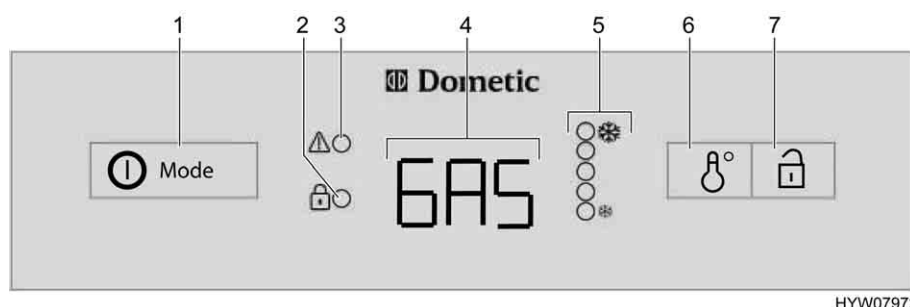

Bild 123 Reglage, knappar för kylskåpet (Dometic 8-serie med AES)
Vid störningar blinkar LED-indikatorn störning "⚠" (Bild 123,3).
När automatisk drift har valts, **ingen** 230 V-försörjning är ansluten och fordonsmotorn är **avstängd**, väljer AES gasdrift. När gasdriften väljs öppnas tändsäkringen automatiskt så att gas kan strömma till brännaren. Samtidigt tillkopplas den elektroniska tändaren. Om gaslågan skulle slockna, t. ex. på grund av att det blåser, aktiveras tändaren direkt igen och tänder gasen. Vid störning i gasdriften blinkar texten "GAS" i driftindikeringen (Bild 123,4).
När kylskåpet sätts på väljs automatiskt en termostatinställning i mittläge. Denna inställning kan ändras manuellt med brytaren för temperaturinställning (Bild 123,6). LED-indikatorerna (Bild 123,5) visar den valda termostatinställningen. Med hjälp av denna knapp ställs kyltemperaturen in för alla tre energikällorna. Det tar alltid några timmar innan man har en normal drifttemperatur i kylskåpet. Om en omkoppling sker till en annan energikälla förändras termostatinställningen inte. Kyltemperaturen bibehålls oberoende av den valda energikällan.
- Tryck på strömbrytaren/energiväljaren (Bild 123,1) i två sekunder för att starta apparaten. Det senast valda driftläget visas i driftindikeringen (Bild 123,4).
- Välj energikälla med strömbrytaren/energiväljaren (Bild 123,1).
- Ställ in kyltemperaturen på väljaren för temperaturinställning (Bild 123,6). LED-indikatorerna (Bild 123,5) visar den valda termostatinställningen.
- Tryck på strömbrytaren/energiväljaren (Bild 123,1) i två sekunder. Alla indikeringarna slocknar.